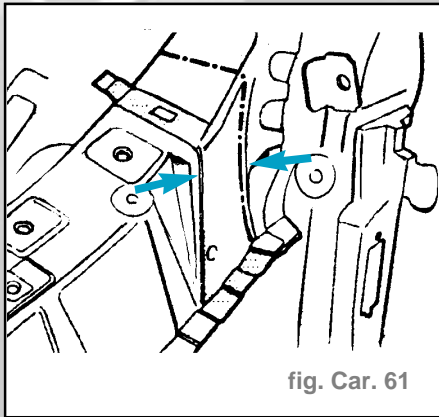

fig. Car. 61
- Fraiser les points de soudure dans la zone (1) (fig. Car. 61)